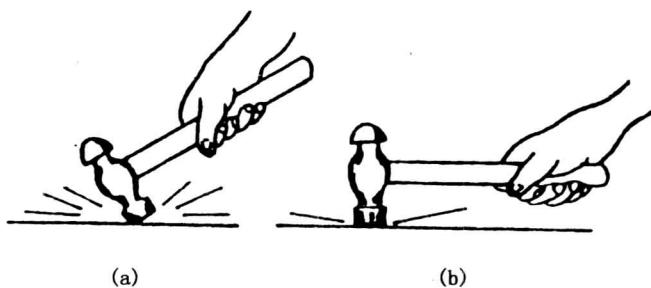

图 1-9 锤子的使用方法
- (1) 使用前应检查手柄有无松动,以免工作时脱出伤人。
- (2) 使用前,应将手、手柄、锤面上的油污擦净,以防止工作时从手中滑脱或从工作面上滑下。
- (3) 锤击时,工件要放牢垫实,用力大小需根据工件性质,不可用力过猛,以免敲坏工件。
(4) 锤击时,手要适度握紧锤柄后端,将锤子举起,眼睛注视锤击工件,靠手腕的力使锤子快速下移,锤面应与工件被锤击面平行,这样锤击才有力(图 1-9)。